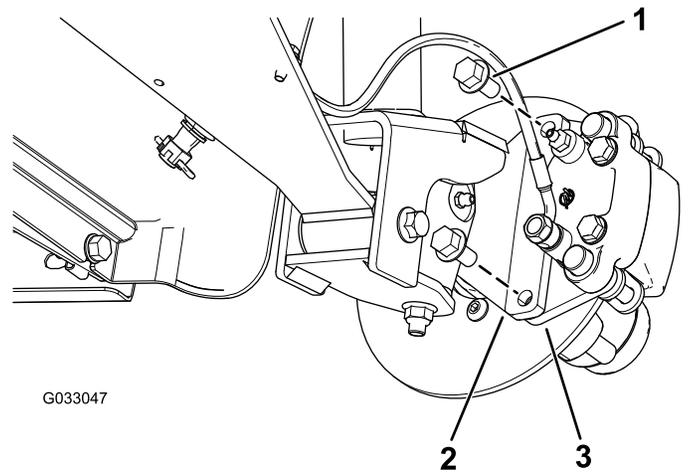
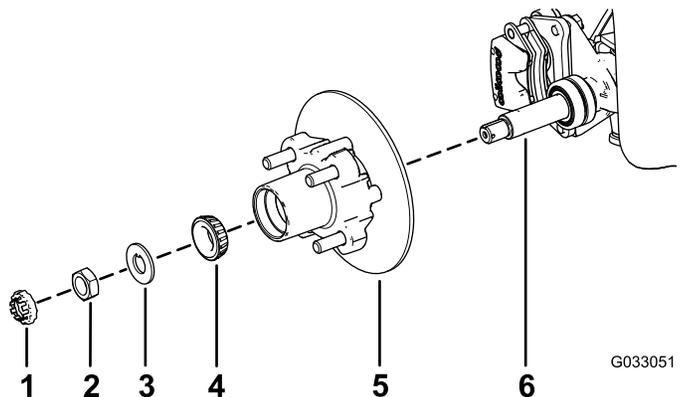

Bild 29
Bild 33
3. Entfernen Sie die Bundkopfschrauben ($\frac{3}{8}'' \times \frac{3}{4}''$), mit denen die Halterung für die Bremse an der Spindel befestigt ist, und nehmen die Bremse von der Spindel ab (Bild 29).
1. Fetten Sie die Spindel leicht mit der angegebenen Fettsorte ein (Bild 33).
2. Montieren Sie die Radnabe und den Drehzylinder an der Spindel mit dem Drehzylinder innen (Bild 33).
3. Montieren Sie das Außenlager an der Spindel und setzen das Lager auf den äußeren Lagerring (Bild 33).
4. Legen Sie die Nasenscheibe auf die Spindel (Bild 33).
5. Schrauben Sie die Spindelmutter auf die Spindel und ziehen Sie die Mutter auf ein Drehmoment von 15 N·m an, während Sie die Radnabe drehen um das Lager zu fixieren (Bild 33).
2. Fluchten Sie die Bremsbeläge mit jeder Seite des Drehzylinders (**Bild 29**) und die Löcher in der Bremsbackenhalterung mit den Löchern im Bremsenhalter des Spindelrahmens aus (**Bild 33**).
3. Befestigen Sie den Bremsbackenhalterung mit den beiden Bundkopfschrauben ($\frac{3}{8}$ " x $\frac{3}{4}$ "") am Spindelrahmen (**Bild 29**).